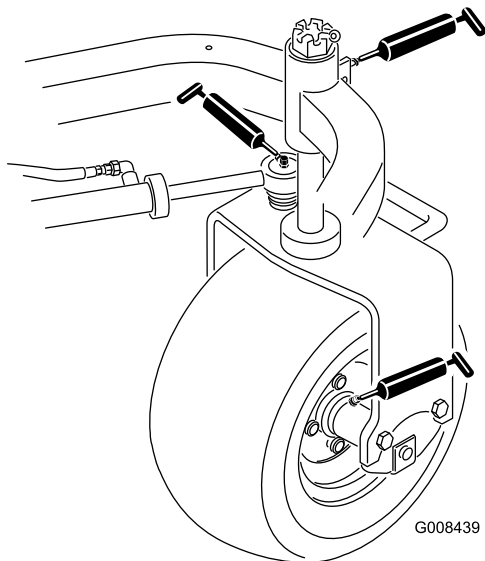

図 27
- ・ 後ホイールハブヶ所 図 27
- ・ キャスタベアリング1ヶ所 図 27
- ・ ステアリングシリンダ2ヶ所 図 27